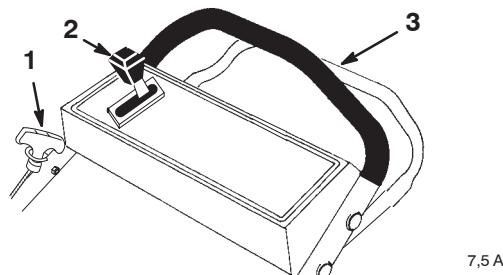

Figure 9
Les commandes se trouvent sur la partie supérieure du mancheron comme illustré à la Figure 9.
4. Serrez la barre de commande contre la partie supérieure du mancheron (Fig. 9).
5. Tirez légèrement la poignée du lanceur jusqu'à ce que vous sentiez une résistance, puis tirez vigoureusement (Fig. 9). Laissez le lanceur se rétracter lentement jusqu'à la poignée.